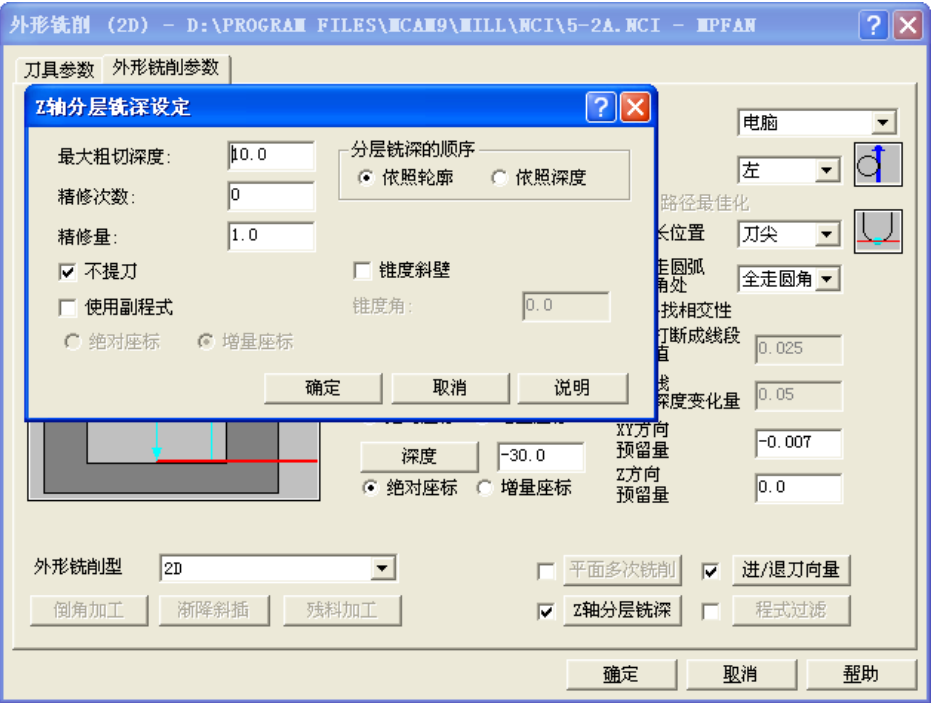

图 5-48 外形铣削参数
17) 选择“外形铣削 (2D)”, 精修  $\phi 16$  圆, 输入进给率: 400、下刀速率: 200, 其余刀具参数、参考高度和进给下刀位置等均同步骤 16), 在“外形铣削参数”选项卡中设定工件表面:  $-5.0$ 、深度:  $-30.0$ , 补正形式选择“电脑”, 补正方向: 左, 设定 XY 方向预留量:  $-0.007$ , 保证尺寸  $\phi 16^{+0.027}_0$ , 勾选“Z 轴分层铣深”, 设定最大粗切深度: 10.0, 勾选“不提刀”“进/退刀向量”, 设定进入/离开, 点选“垂直”, 长度设定为 83.33%: 5.0, 圆弧设定为 0%, 其余默认, 如图 5-48 所示。